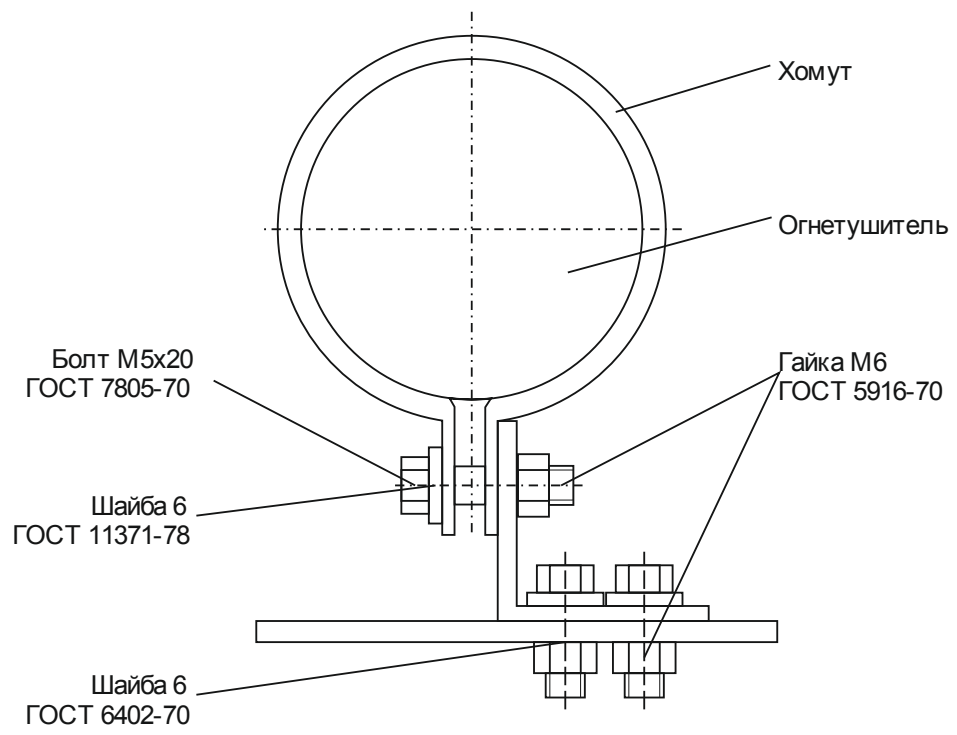

Рис. 3.
8.2. Крепление ГОА МАГ-200 осуществляется с помощью хомута непосредственно к поверхности по месту установки. Крепление огнетушителей МАГ-2, МАГ-3, МАГ-5/1 на объекте осуществляется с помощью хомутов и кронштейнов (см. рис. 3 и